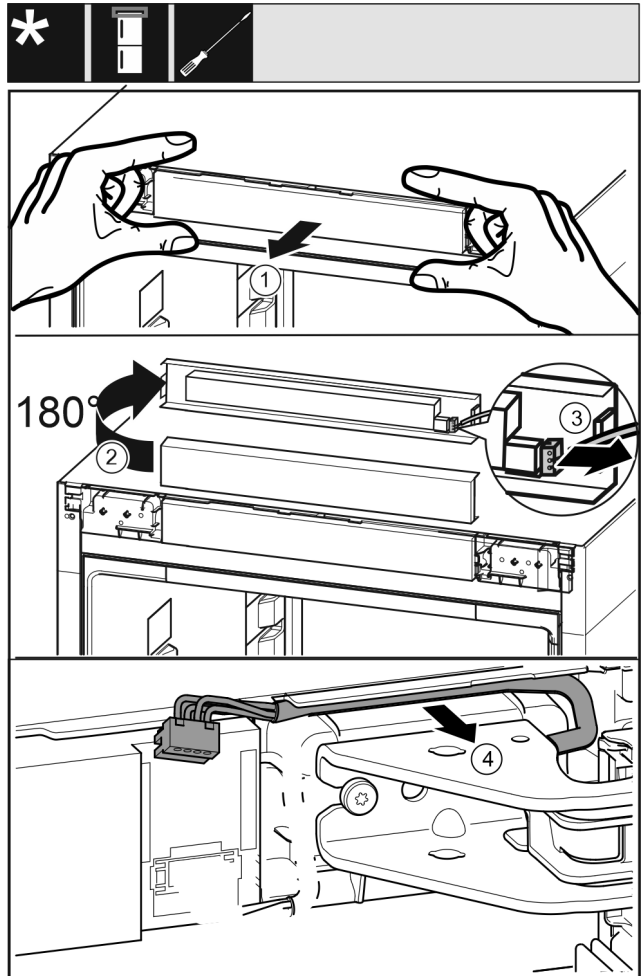

Fig. 19
- Avaa laitteen käyttöpaneeli varovasti eteenpäin vetämällä. Fig. 19 (1)
- Kierrä käyttöpaneelia 180° ylös. Fig. 19 (2)
- Paina lukitusnokkaa taaksepäin ja vedä pistoke varovasti pois. Fig. 19 (3)
- Vapauta johto varovasti laakeripukin yläpuolella olevasta ohjaimesta. Fig. 19 (4)